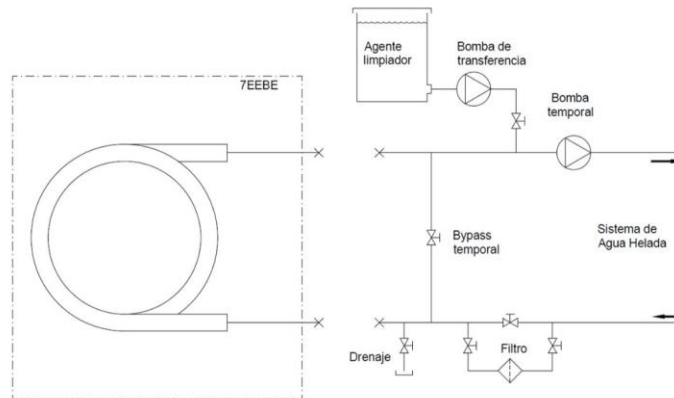

Figura 5.
- Instale un bypass temporal y aisle el chiller con tapones, para evitar que agua sucia y/o partículas extrañas entren a la bomba y al evaporador durante el lavado. Use una bomba temporal durante el proceso de limpieza. Además, asegúrese de que el drenaje tiene la capacidad para desaguar completamente el sistema después de la limpieza (ver Figura 5).